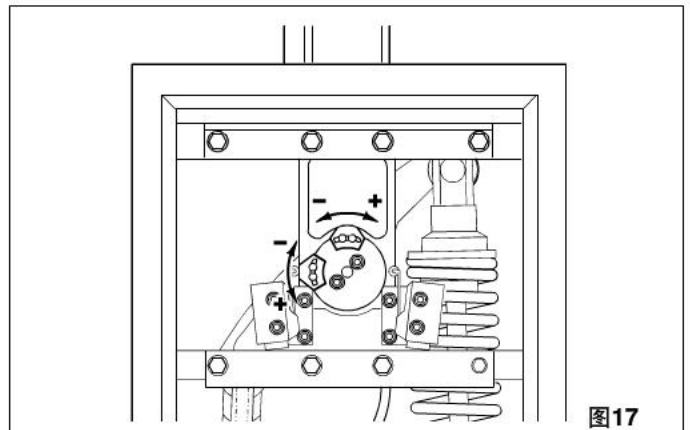

图17
- 2) 通过拧松两个螺钉来调整行程限位凸轮, 如图 17 所示。要增大减速角度, 将凸轮朝限位开关方向移动。要减小减速角度, 将凸轮朝离开凸轮的方向移动。